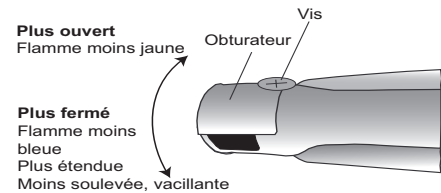

Figure 5 : Réglage du volet d'air du brûleur du grill
1. Desserrez la vis et faites tourner le volet. Fermez le volet si la flamme se soulève ou si elle est irrégulière ou encore si elle n'enveloppe pas le brûleur; ouvrez le volet si elle est trop jaune. (Voir la figure 5). Serrez la vis.